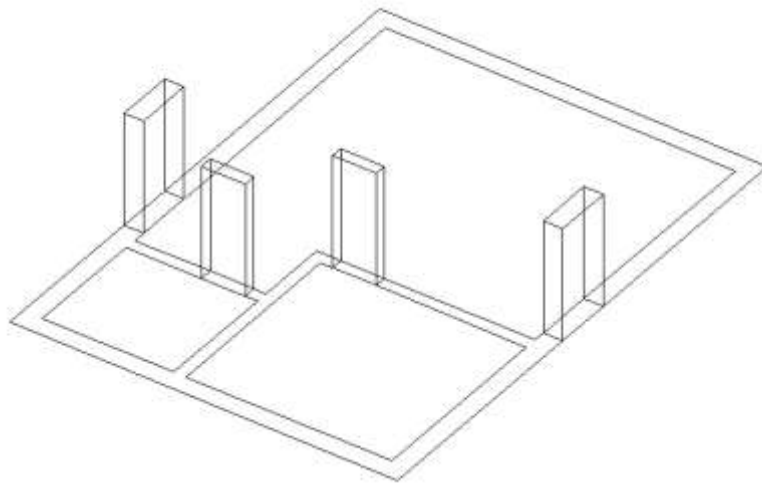

Рис. 11
3. Сформируйте блок для проемов с помощью команды **Ящик**. Щелкните по противоположным углам проема, затем в командной строке Высота: введите 23.4 Enter. Аналогично для оставшихся трех проемов (*Рис. 11*)